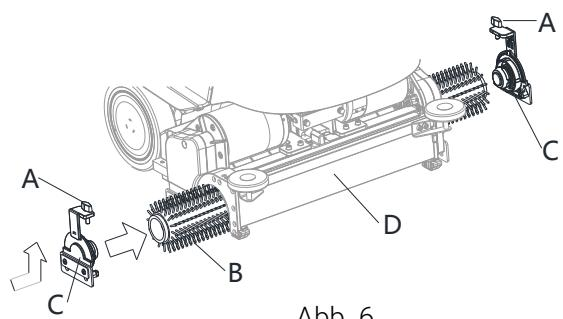

Abb. 6
1. Stellen Sie sicher, dass das Zylinderdeck (47) angehoben ist.
2. Das Gerät über die Start/Stopp-Taste (62) ausschalten.
3. Je nach der durchzuführenden Reinigung die Bürste (B, Abb. 6) installieren und Folgendes beachten:
- Lösen Sie die Schraube (A) und entfernen Sie den Seitenhaken (C) vom Bürstendeck (D).
- Die Bürste (B) in das Deck (D) einbauen. Den Seitenhaken (C) für die Bürste einbauen und die Schraube (A) sichern.